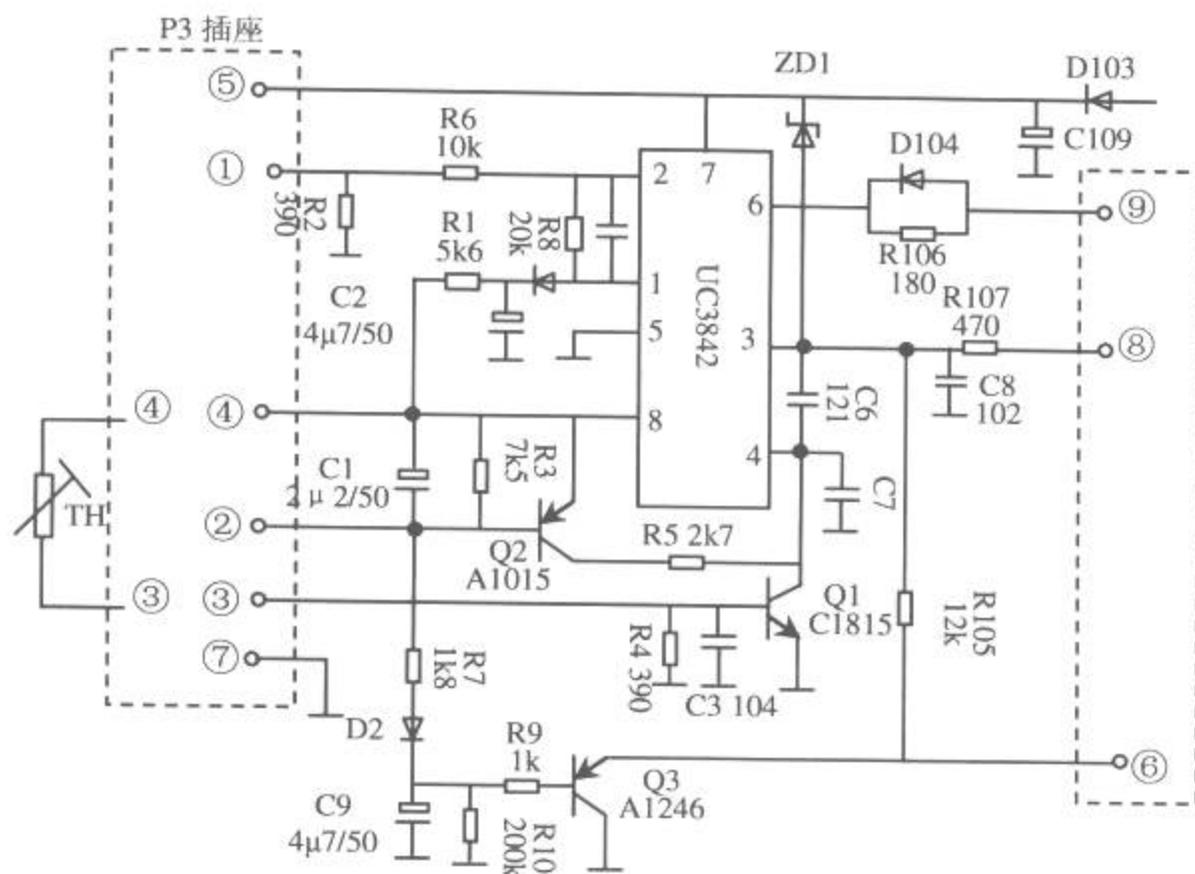
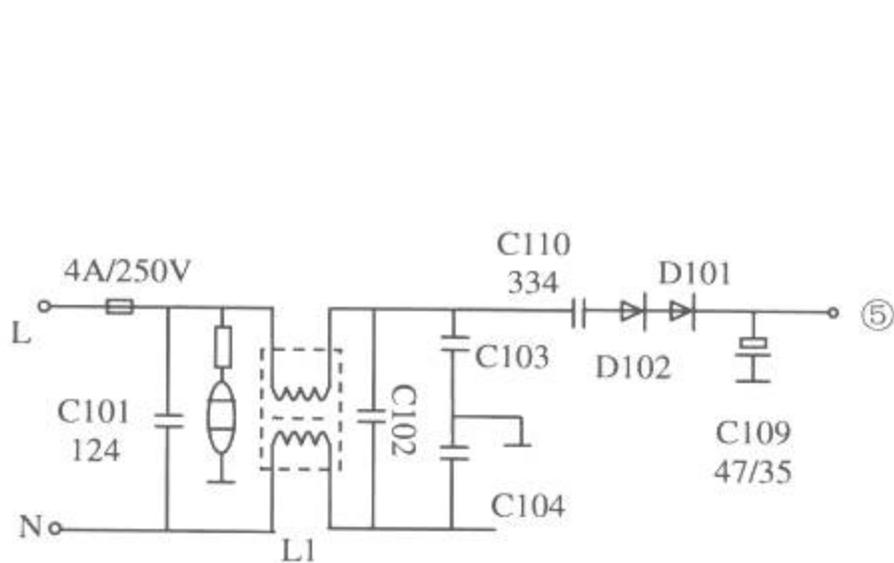
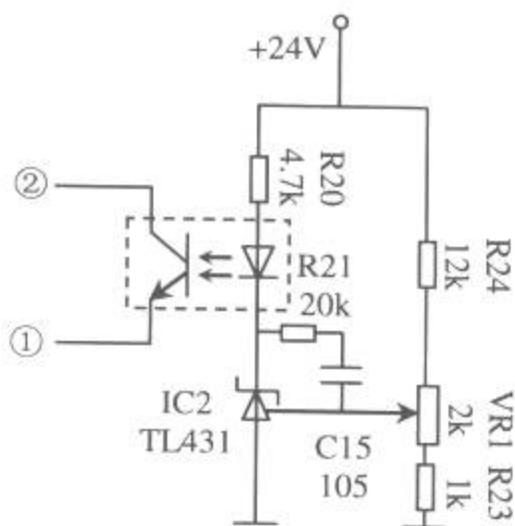

图 8-9 PWM 脉冲产生电路
图 8-10 启动电路
图 8-13 稳压控制电路
该机采用 UC3842 集成电路,与其外围元件共同构成 PWM 脉冲产生电路。有关 UC3842 集成电路的说明可以参看显示器电源原理部分。在佳能 FAX-T11 传真机中的应用电路如图 8-9 所示。
经抗干扰电路滤除杂波后的交流市电通过电容器 C110、D102、D101、C109 半波整流滤波后，电压降低为 10V 左右，由 P3-⑤送到脉冲产生电路板，加到 UC3842 第 7 脚，作为软启动工作电压，如图 8-10 及图 8-9 所示。UC3842-7 脚电压过高或过低都会引起 UC3842 进入保护工作状态，因此，该脚也具有交流输入过压和欠压保护的功能。
稳压控制电路的组成可参看图 8-13 及图 8-9。
在图 8-9 中，三极管 Q1、电阻 R9、R10 及电容器 C9 防止在接通交流市电瞬间误启动过压保护电路。在刚开机时，因电容器 C9 上电压为 0，三极管 Q1 饱和导通，使 R103 与 R105 分压，
参考图 8-10。当输入的交流电压偏低时，经 C110、D102 及 D101、C109 整流滤波后的电压也将偏低，使 UC3842 第 7 脚电压低于启动电压，UC3842 不能启动，电源进入保护状态；当输入电压过高时，稳压二极管 ZD1 击穿，送入 UC3842 过流保护输入端第 3 脚，通过内部电路启动过流保护电路，最终使 UC3842 停止第 6 脚的 PWM 脉冲输出，开关电源停止工作，起到保护作用。
一般情况下，在开关管射极或场效应管源极设一个检测电阻（称为过流保护电路取样点）。如图 8-9 中的 R108。当流过开关管的电流过大时，在电阻 R108 上形成的电压必然升高，经 R107 送至 UC3842 第 3 脚，UC3842 第 3 脚内接比较放大器，经第 3 脚内电路处理，封锁比较放大器的输出，使 UC3842 第 6 脚不输出开关脉冲，迫使开关管停止工作，开关电源无输出电压，保护各元件不被损坏。
参考图 8-9，若输出电压过高，在反馈绕组中的感应电压也升高，经 D103、C109 整流滤波后的电压也将过高，将稳压二极管 ZD1 击穿，并加在 UC3842 的第 3 脚启动保护电路，停止输出 PWM 脉冲，开关电源停止工作。
参考图 8-9，流经开关变压器的电流增大时，开关变压器的发热量也将增大，温度升高。该电路用一个热敏电阻 TH 对开关变压器的温度进行检测，这个热敏电阻设置在开关变压器内部。正常情况下，它的阻值较大，不影响电路的工作，当温度升高到某一阈值（称为“居里点”）时，TH 的电阻阻值急剧减小；继后经 TH 加到三极管 Q1 基极上的电压升高，使 Q1 饱和导通，将 UC3842 第 4 脚接地，停止振荡器工作，不再输出驱动脉冲，电源停止工作，达到保护的目。当温度下降后，TH 又恢复为较大阻值，解除保护，电路自动开始重新工作。